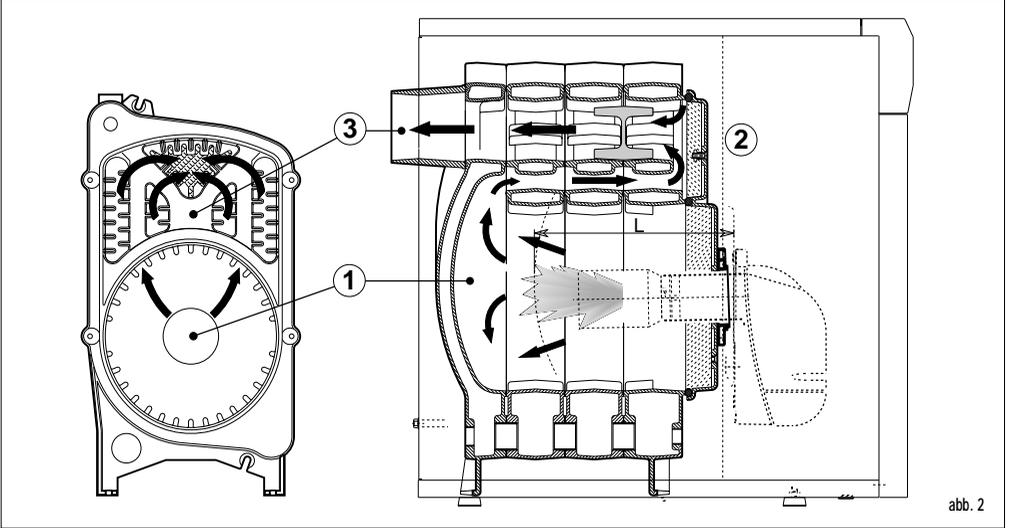

abb. 2
Abbildung 2 zeigt den Weg des Rauchgases von der Brennkammer (1) über die Zwischenkammer (2) zum Abgassammler (3)